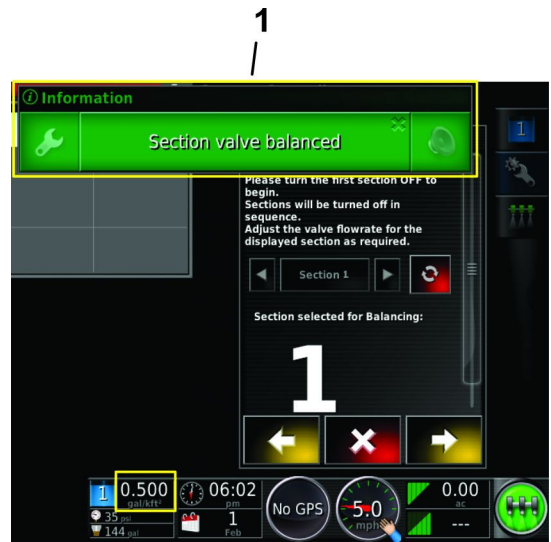

Bild 148
7. Die Meldung Abschnittsventil ausgeglichen wird angezeigt, und der Assistent zum Ventilausgleich geht automatisch auf das nächste Abschnittsventil weiter (Bild 148).